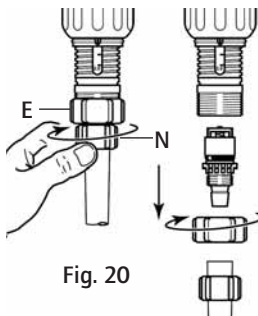

Fig. 20
- Svitare il dado (Fig. 20/21-E) e rimuovere il tubo d'aspirazione.
- Svitare e togliere il dado nero (Fig. 20/21-N).
- Risciacquare abbondantemente con acqua le diverse parti, rimontarle nell'ordine dello schema (Fig. 20/21-P) e verificare che la molla sia bene attiva.